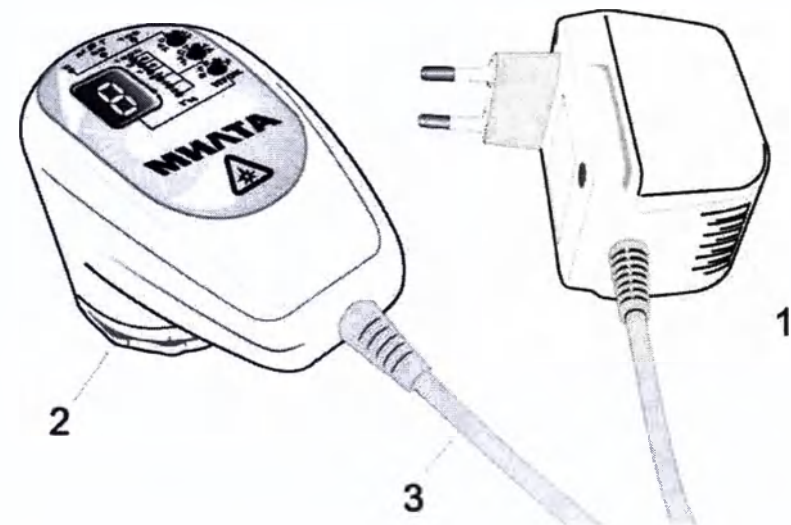

Рис. 1. Общий вид аппарата.
5.1.1. Аппарат (рис. 1) состоит из блока питания (сетевого адаптера) 1 и терминала 2 с соединительным кабелем (3) .